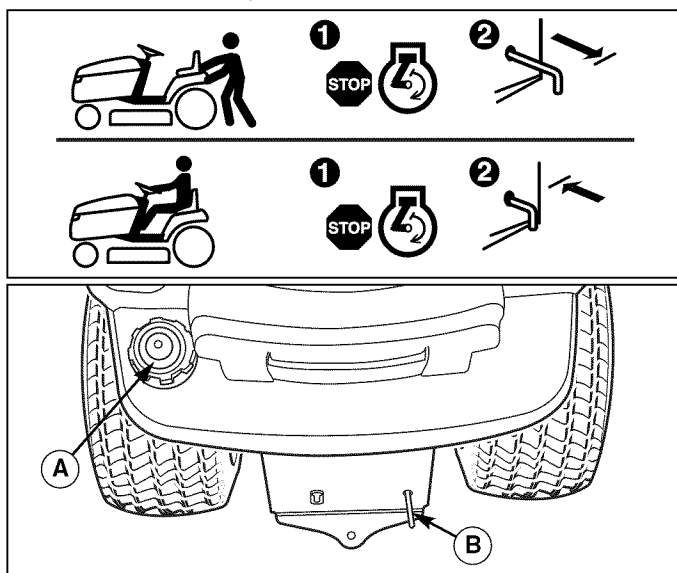

Figura 5. Palanca de liberación de la transmisión y tanque de combustible
1. Retire la tapa para el combustible (A, Figura 5).
2. Tire del lanzamiento de la transmisión (B, Figura 5) cuadro parte posteriora aproximadamente 6,4 cm a la cerradura en la posición lanzada.